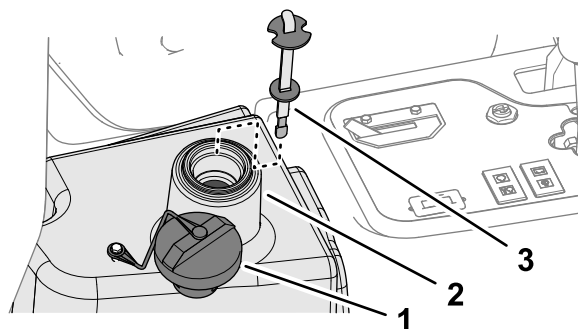

Figura 84
2. Pulite attorno al collo del bocchettone e del tappo del serbatoio del fluido idraulico (Figura 84) e rimuovete il tappo.